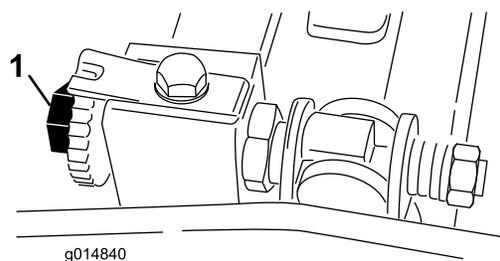

Figure 39
2. Supprimez tout contact avec le cylindre en tournant les vis de réglage de la barre d'appui dans le sens antihoraire (Figure 39).
côté du cylindre), un cran à la fois, jusqu'à ce que le papier soit légèrement pincé lorsqu'il est inséré par l'avant, parallèlement à la contre-lame et résiste donc légèrement quand vous tirez dessus (Figure 39).